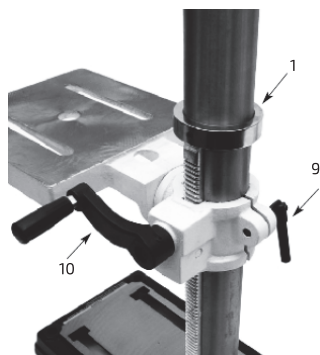

Рис. 4. Установка стопорного кольца, изогнутой и зажимной рукоятки
Надеть на стойку стопорное кольцо (1) скошенной кромкой вниз. Расположить кольцо поверх рейки так, чтобы она вошла в его скошенный паз. Зафиксировать стопорное кольцо с помощью установочного винта (2). Повернуть стол в сборе вокруг стойки. При необходимости отрегулировать кольцо во избежание заклинивания рейки. Прикрепить изогнутую рукоятку (10) к червячному валу (7). Зафиксировать рукоятку установочным винтом (2), после чего затянуть его заподлицо с торцом червячного вала. Вставить рукоятку для блокировки (9) в кронштейн стола (6) и затянуть ее, чтобы зафиксировать кронштейн (рис. 4).